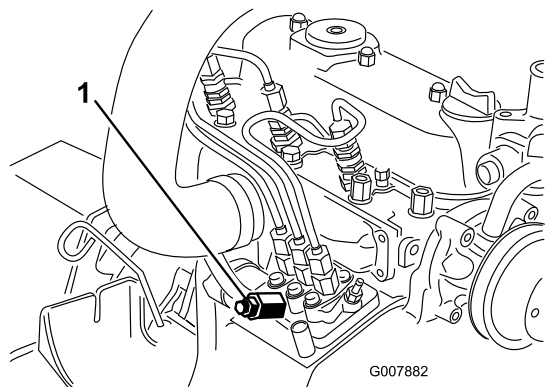

Figura 37
3. Coloque un trapo debajo del tornillo de purga de aire de la bomba de inyección de combustible, y abra el tornillo (Figura 37).